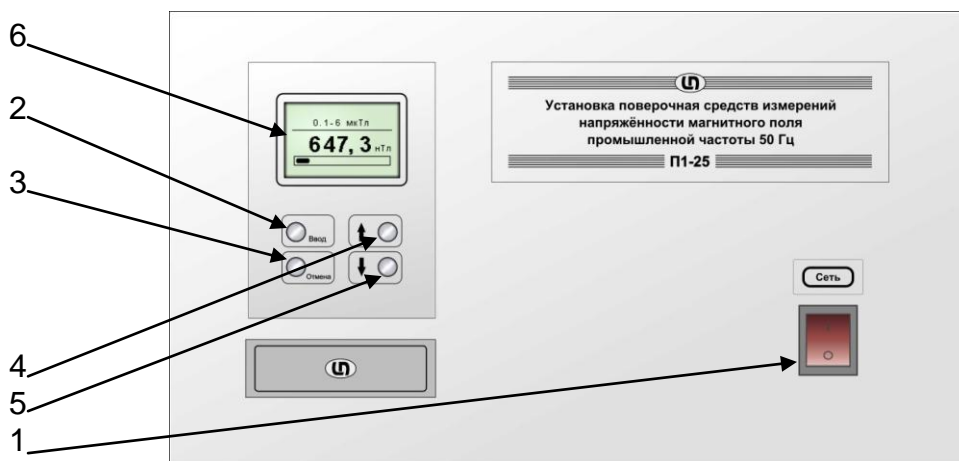

Рисунок 8. Передняя панель ГУ
5.1.9. На передней панели УГПТ (рис. 8) располагаются следующие органы управления: